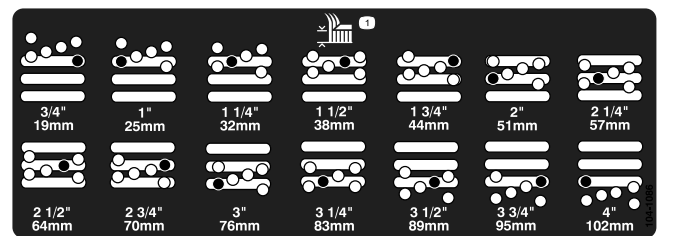

Figura 21
5. Mueva la cámara a la altura deseada e instale el espaciador en el taladro y la ranura de altura de corte deseados (Figura 21)